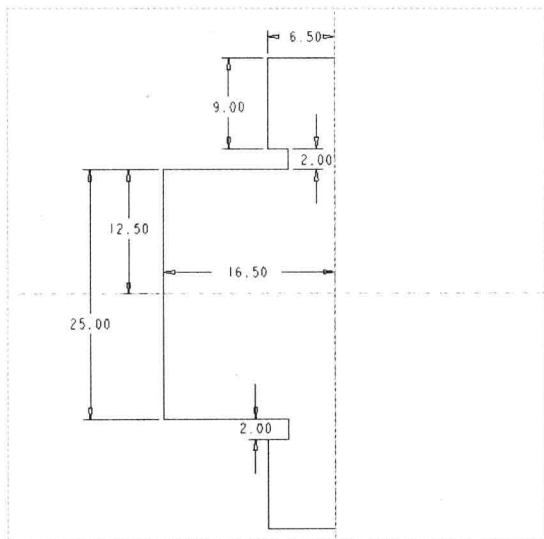

图 14-22 绘制截面
Step 02 弹出“草绘”对话框，选择 TOP 基准平面作为草绘平面，接受默认的草绘视图方向和参考，单击“草绘”按钮，进入草绘环境，单击“草绘”选项卡中的相应按钮，绘制截面，如图 14-22 所示。